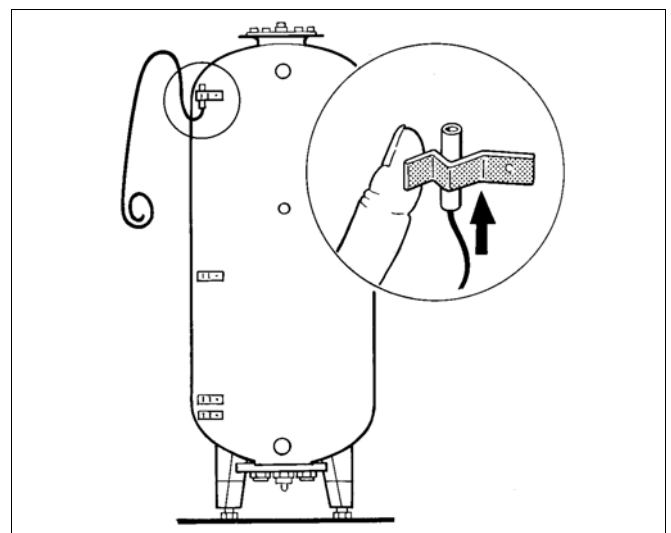

Abb. 5 Prinzipabbildung
Die Anlegefühler sind am Speicherumfang anzuordnen (Abb. 5).
- Fühler in die Federhalterung so einlegen, daß die gesamte Kontaktfläche des Fühlers außen am Speichermantel glatt anliegt (Abb. 5).